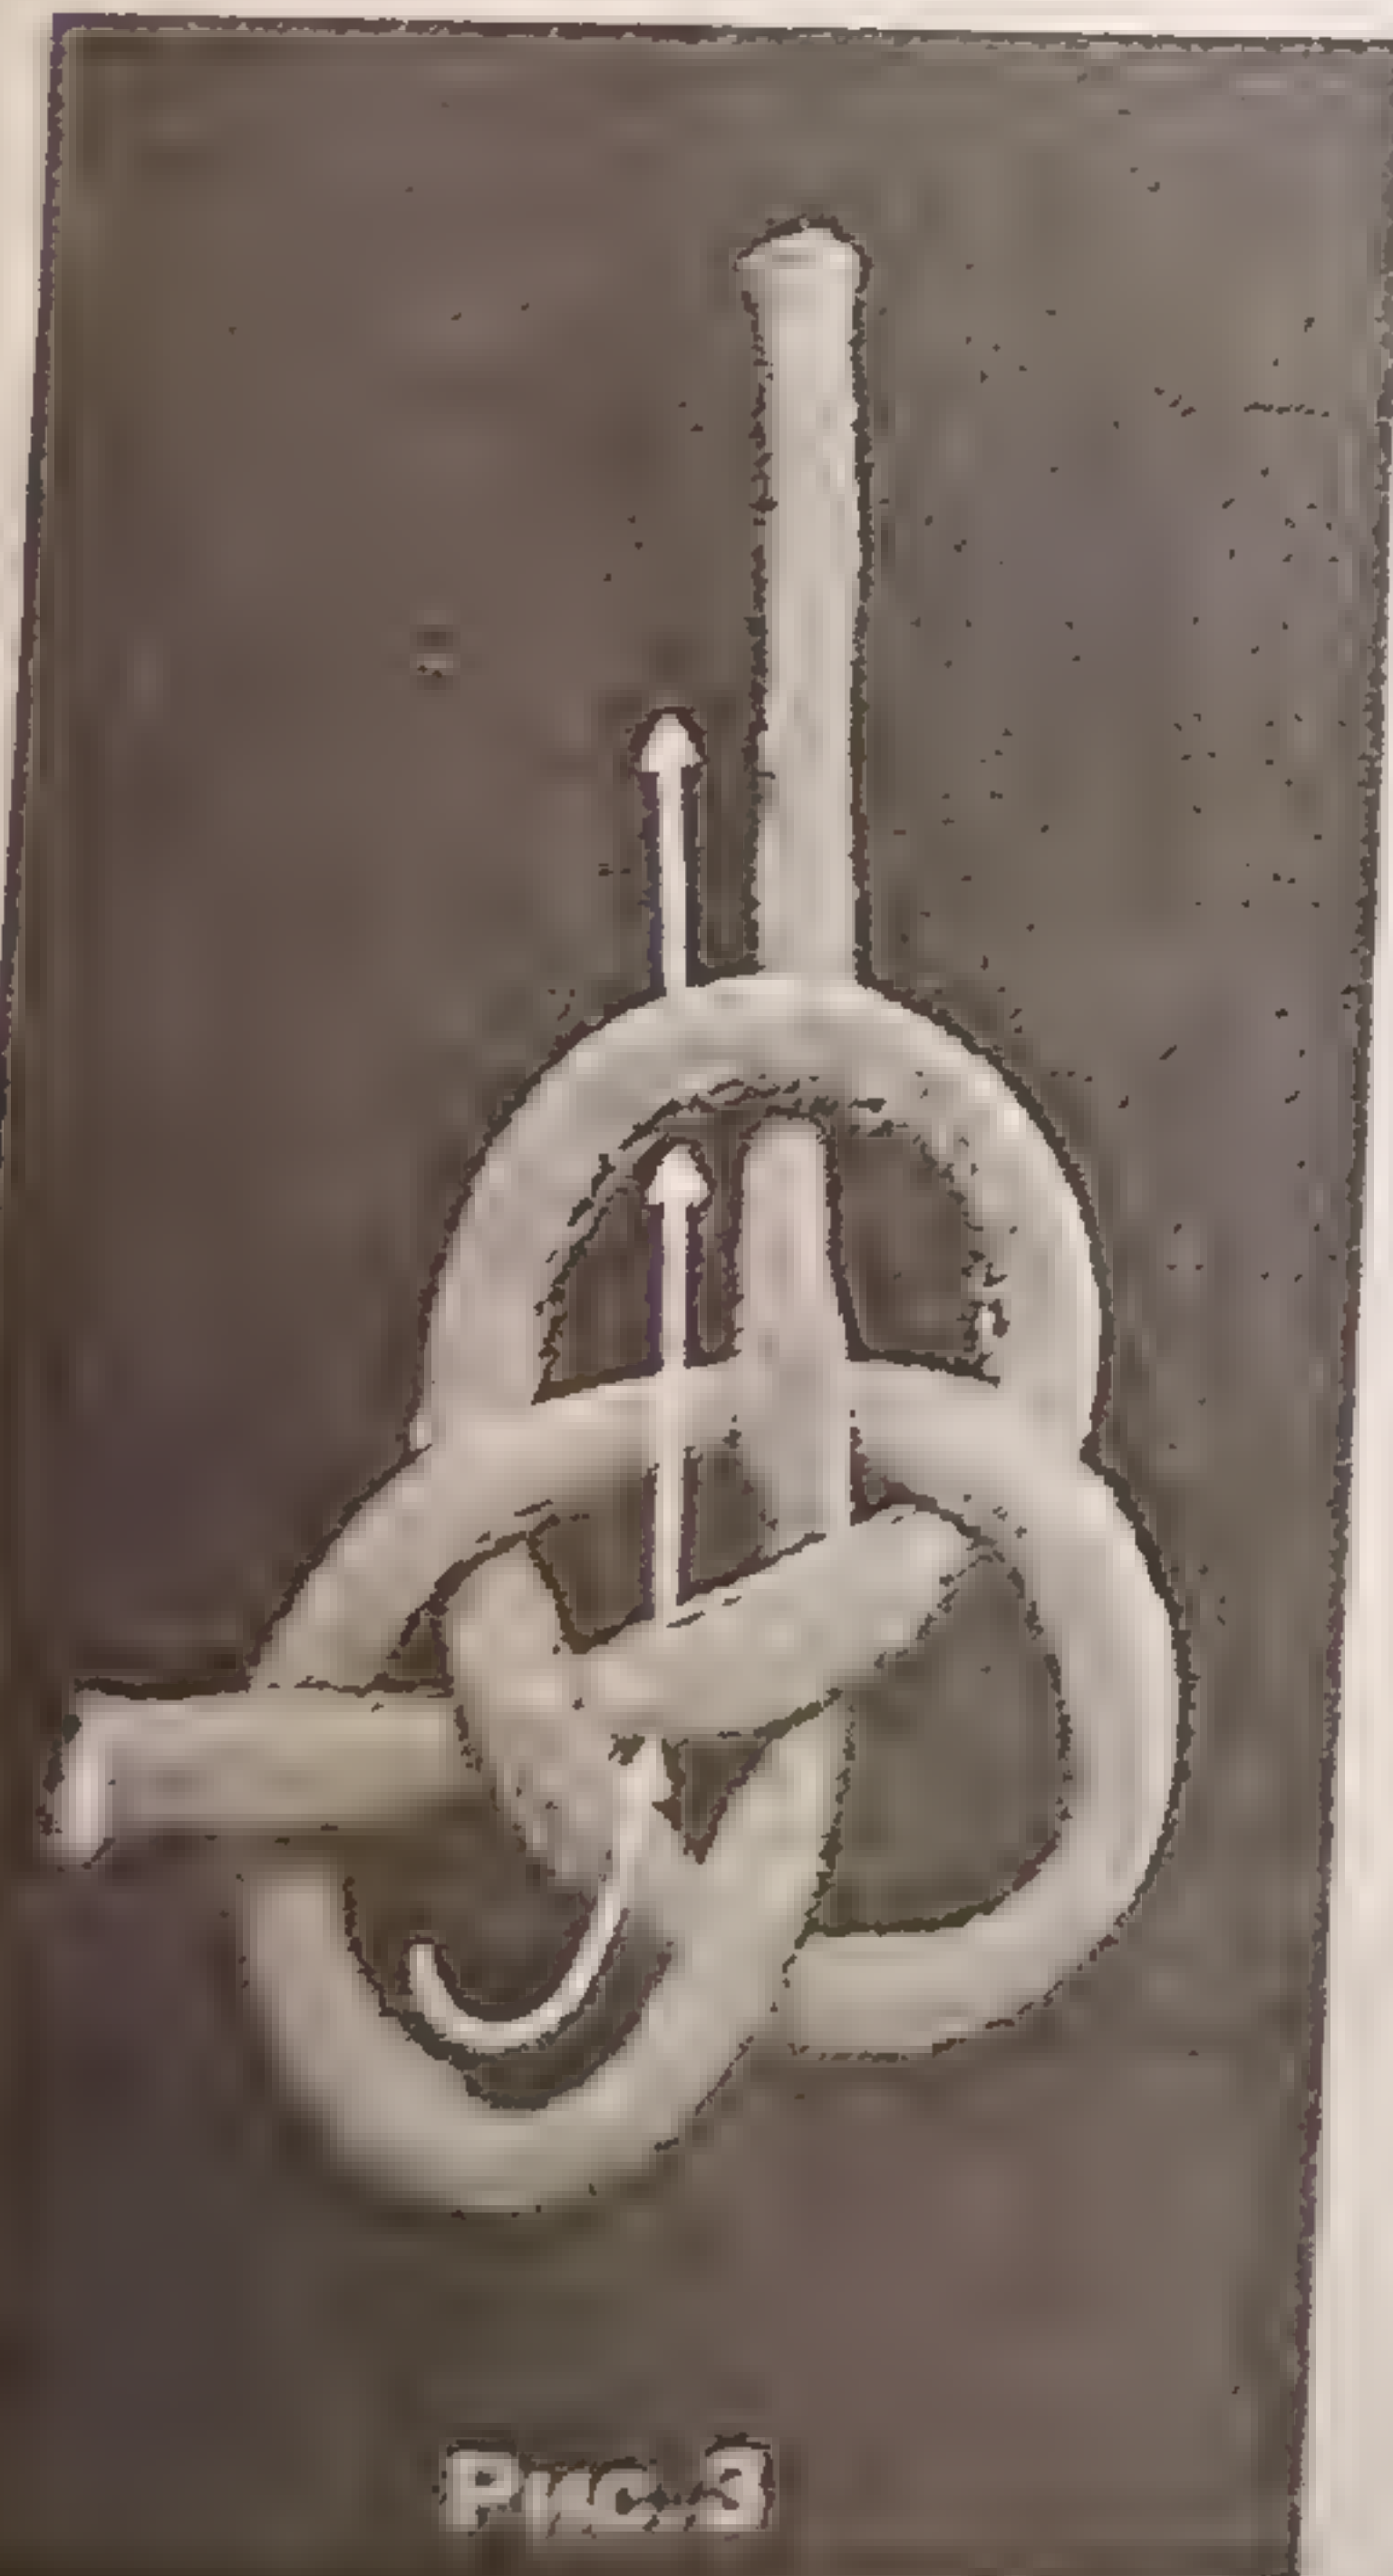

Рис. 3
4. Продерните длинный конец через полученные петли (рис. 3).